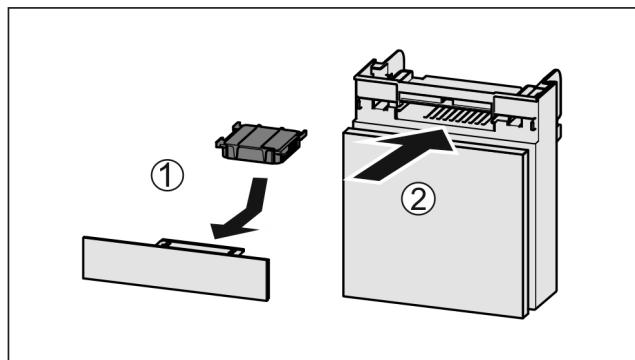

Fig. 167
- Вставити фільтр з активованого вугілля за малюнком Fig. 167 (1).
- Вставити відділення Fig. 167 (2).